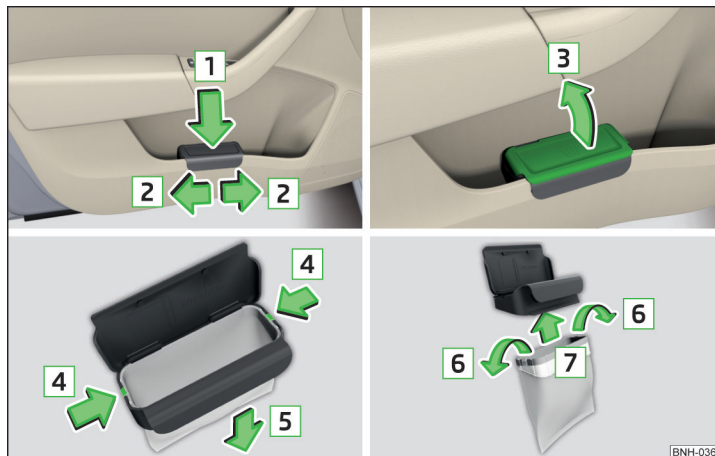

Abb. 72 Abfallbehälter: einsetzen und verschieben / öffnen / Beutel einsetzen
- Den Abfallbehälter im hinteren Bereich in Pfeilrichtung **1** » Abb. 72 eindrücken.
- Den Abfallbehälter entgegen der Pfeilrichtung **1** » Abb. 72 herausnehmen.
- Den Deckel in Pfeilrichtung **3** » Abb. 72 anheben.
- Die beiden Rastnasen am Rahmen in Pfeilrichtung **4** » Abb. 72 abdrücken.